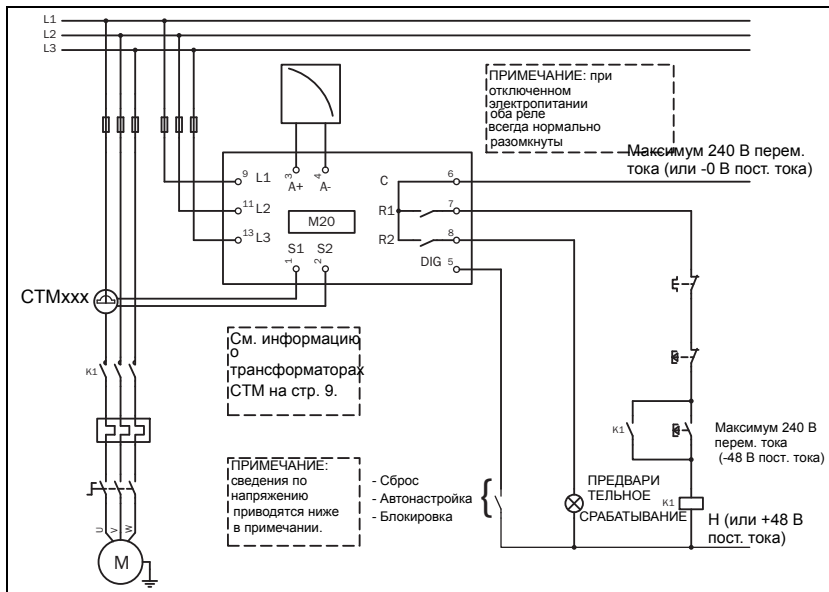
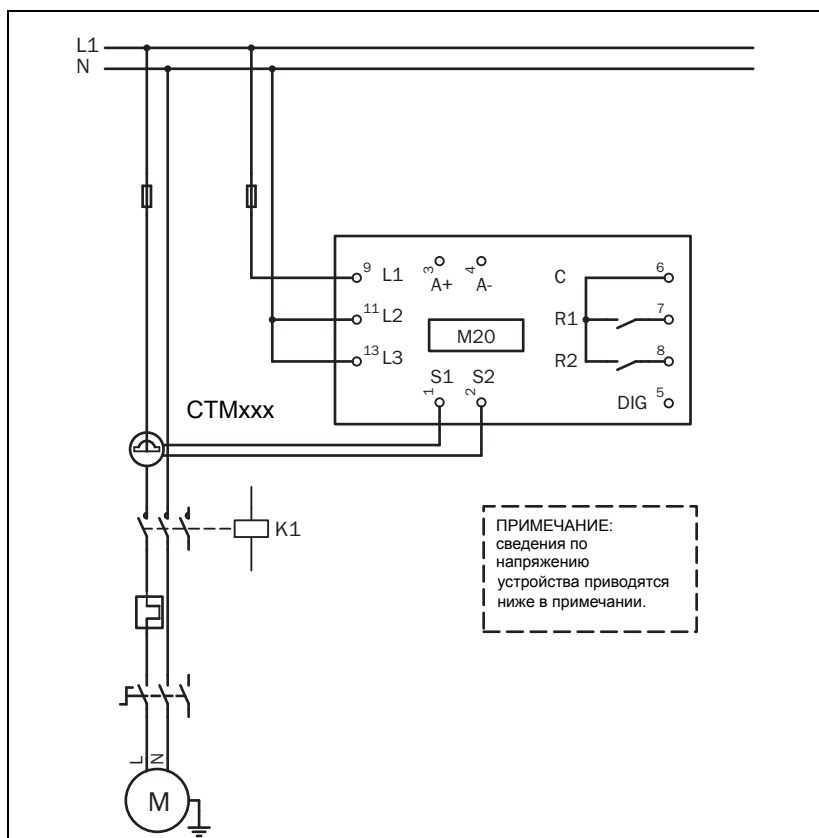

Рис. 1 Пример подключения
Рис. 2 Пример однофазного подключения.
1. Подключите Emotron M20 в соответствии с указаниями из главы 5 и Рис. 1.
На следующей схеме приводится пример подключения устройства M20 для управления цепью пуска/останова трехфазного двигателя, Рис. 1. Подключения к однофазному двигателю описаны в данном руководстве ниже (Рис. 2), поскольку в таких случаях требуется внесение изменений в программирование. По умолчанию монитор нагрузки M20 настроено на использование 3 фаз.
1. Трансформатор тока СТМxxx должен быть установлен на фазе, соединенной с клеммой 9, это фаза L1, см. Рис. 1. нарушение данного требования приведет к выходу устройства из строя.
2. Однофазное подключение показано на Рис. 2.
Примечание: трансформатор тока (СТМxxx) должен быть установлен на фазе, соединенной с клеммой 9, это фаза L1, см. Рис. 1.
ПРИМЕЧАНИЕ: если ПУСК/ОСТАНОВ подключен согласно Рис. 1, рекомендуется шунтировать клеммы 6 и 7 при программировании. По завершении программирования шунт должен быть извлечен. Если подключение выполнено согласно Рис. 1, диапазон напряжений устройства, например, 3х380-500 В перем. тока, должен соответствовать напряжениям соответствующего двигателя или линии, например, 3х400 В.
В данном примере подключения показаны соединения, необходимые для однофазного оборудования. Остальные подключения показаны на Рис. 1.
ПРИМЕЧАНИЕ: если подключение выполнено согласно Рис. 2, диапазон напряжений устройства, например, 1х100-240 В перем. тока, должен соответствовать напряжению соответствующего двигателя или сети – нейтрали, например, 1х 230 В.
В качестве цифрового входа используются клеммы 5 (DIG) и 6 (C - reference). Может использоваться сигнал переменного или постоянного тока. Если используется сигнал постоянного тока, то "+" подключается к клемме 5 (DIG), а "-" – к клемме 6. При использовании напряжения постоянного тока соблюдайте полярность. См. также Рис. 1, клемма 6: максимум 240 В перем. тока (или -0 В пост. тока) и клемма 5: Н (или +48 В пост. тока). См. также глава 9, "Расширенные функции".